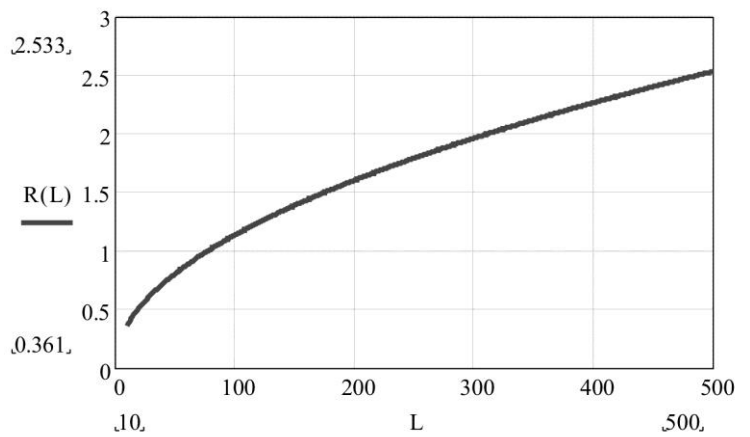

Рис. 4.3
4.4 Максимальная ширина ЧЗ на открытом участке зависит от расстояния между БПРД и БПРМ, определяется как  $2 \times R(L)$  по ориентировочному графику (см. рис. 4.3) при  $L$  равном расстоянию между БПРД и БПРМ. Ширина ЧЗ на конкретном отрезке определяется по тому же графику, но при  $L$  равном удвоенному расстоянию до ближайшего блока.
2) ширина ЗО зависит от ориентации БПРД и БПРМ, расстояния до отражающих предметов (заграждений, стен зданий и т. п.) и установленных порогов и может быть как меньше, так и больше приведенной на рис. 4.3.;